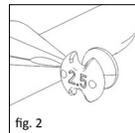

fig. 2
■ **fig. 1a, 1b/2** Disc separator (fig. 1a, 1b) pentru protezele parțiale are șase separatoare individuale aplicate în formă de satelit de lungimi diferite (2,0-4,5 mm). Pe partea posterioară a unui separator este indicată lungimea corespunzătoare (fig. 2). Decupările și găurile servesc la reducerea greutateii precum și la o vedere de ansamblu mai bună în timpul procedurii de măsurare în urechea medie.